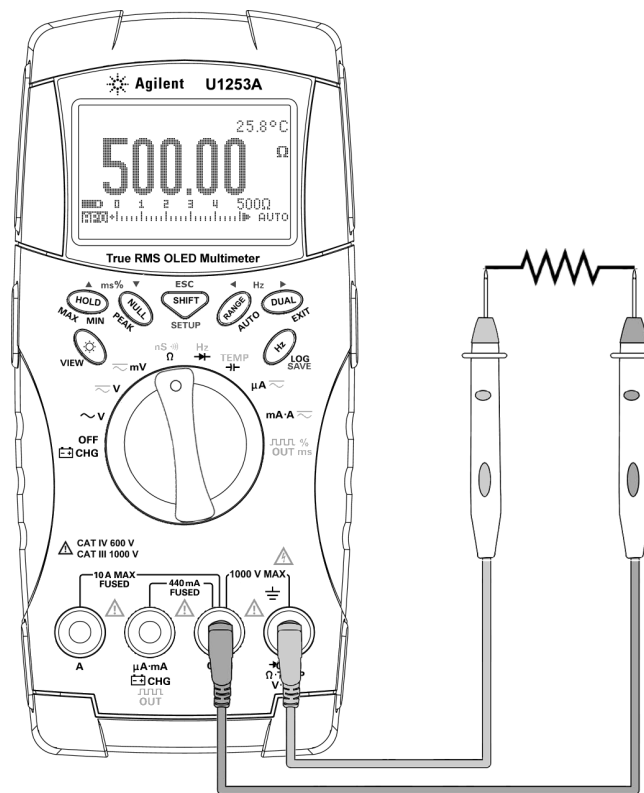

Figura 2-7 Medición de Resistencia
- 2 Conecte los cables de prueba rojo y negro a las terminales de entrada Ω (rojo) y COM (negro) respectivamente (consulte la Figura 2-7 en la página 41).